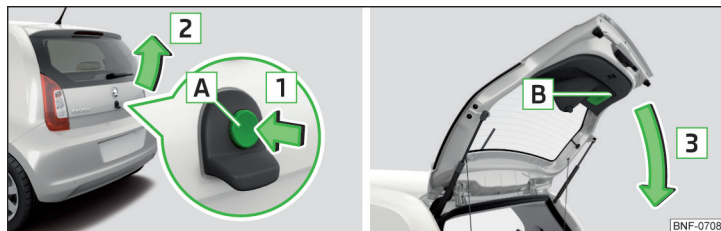

Bild 32 Öppna/stänga bagagelucka
Knappen **A** » bild 32 på sidan 44 avaktiveras vid start resp. vid en hastighet över 9 km/h. Efter att man stannat och öppnat en dörr aktiveras knappen på nytt.
- Öppna genom att trycka knappen **A** i pilriktningen **1** » bild 32.